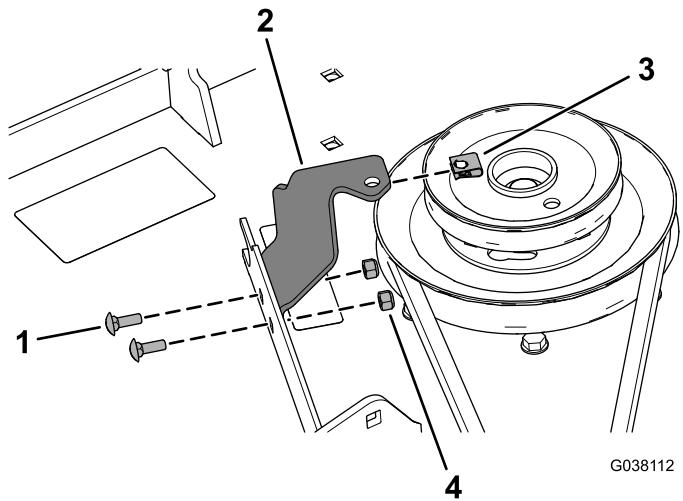

Figura 22
12. Instale el soporte de la cubierta de la correa a la carcasa de corte con 2 pernos de cuello cuadrado ($\frac{1}{4}$ " x $\frac{3}{4}$ "") y 2 contratuerca ($\frac{1}{4}$ "'), según se muestra en Figura 22.
13. Instale la tuerca rápida en el soporte de la cubierta de la correa (Figura 22).